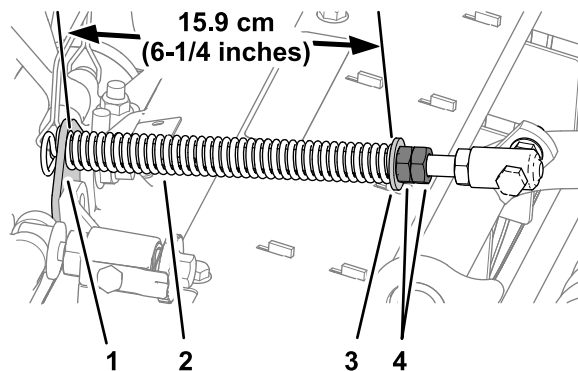

Рисунок 16
3. Затяните шестигранные гайки на переднем конце штока пружины так, чтобы длина сжатой пружины была равна 15,9 см, как показано на Рисунок 16.